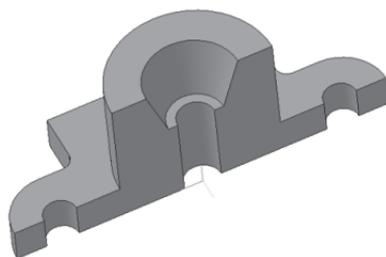
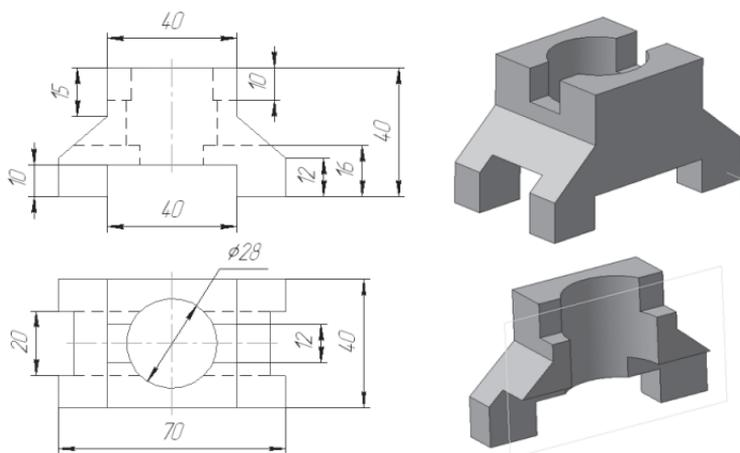

Рис. 235
Рис. 236
1. Создайте 3D-модели и выполните отсечение части детали плоскостью и проверьте себя (рис. 234, рис. 235, рис. 236).